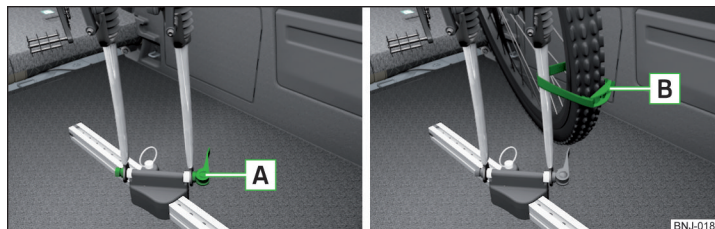

Fig. 98 Introducerea furcii din față a bicicletei în suport / exemplu de fixare a roții față
- Desprindeți elementul de fixare rapidă **A** » fig. 98 de pe suport și reglați corespunzător lățimea furcii roții bicicletei.
- Fixați roata din față cu centura **B** pe furca din față » fig. 98 sau pe cadrul bicicletei.